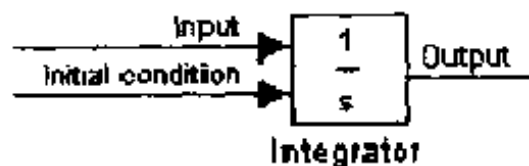

图 7.54 Integrator 模块的输入端口
- 从外部源获得初始条件。将 Initial condition source 参数指定成 external，在模块输入(Input)端口的下方出现另一个输入端口，如图 7.54 所示。
(2) 使用状态端口。在下面两个情况下，用户必须使用状态端口而非输出端口：